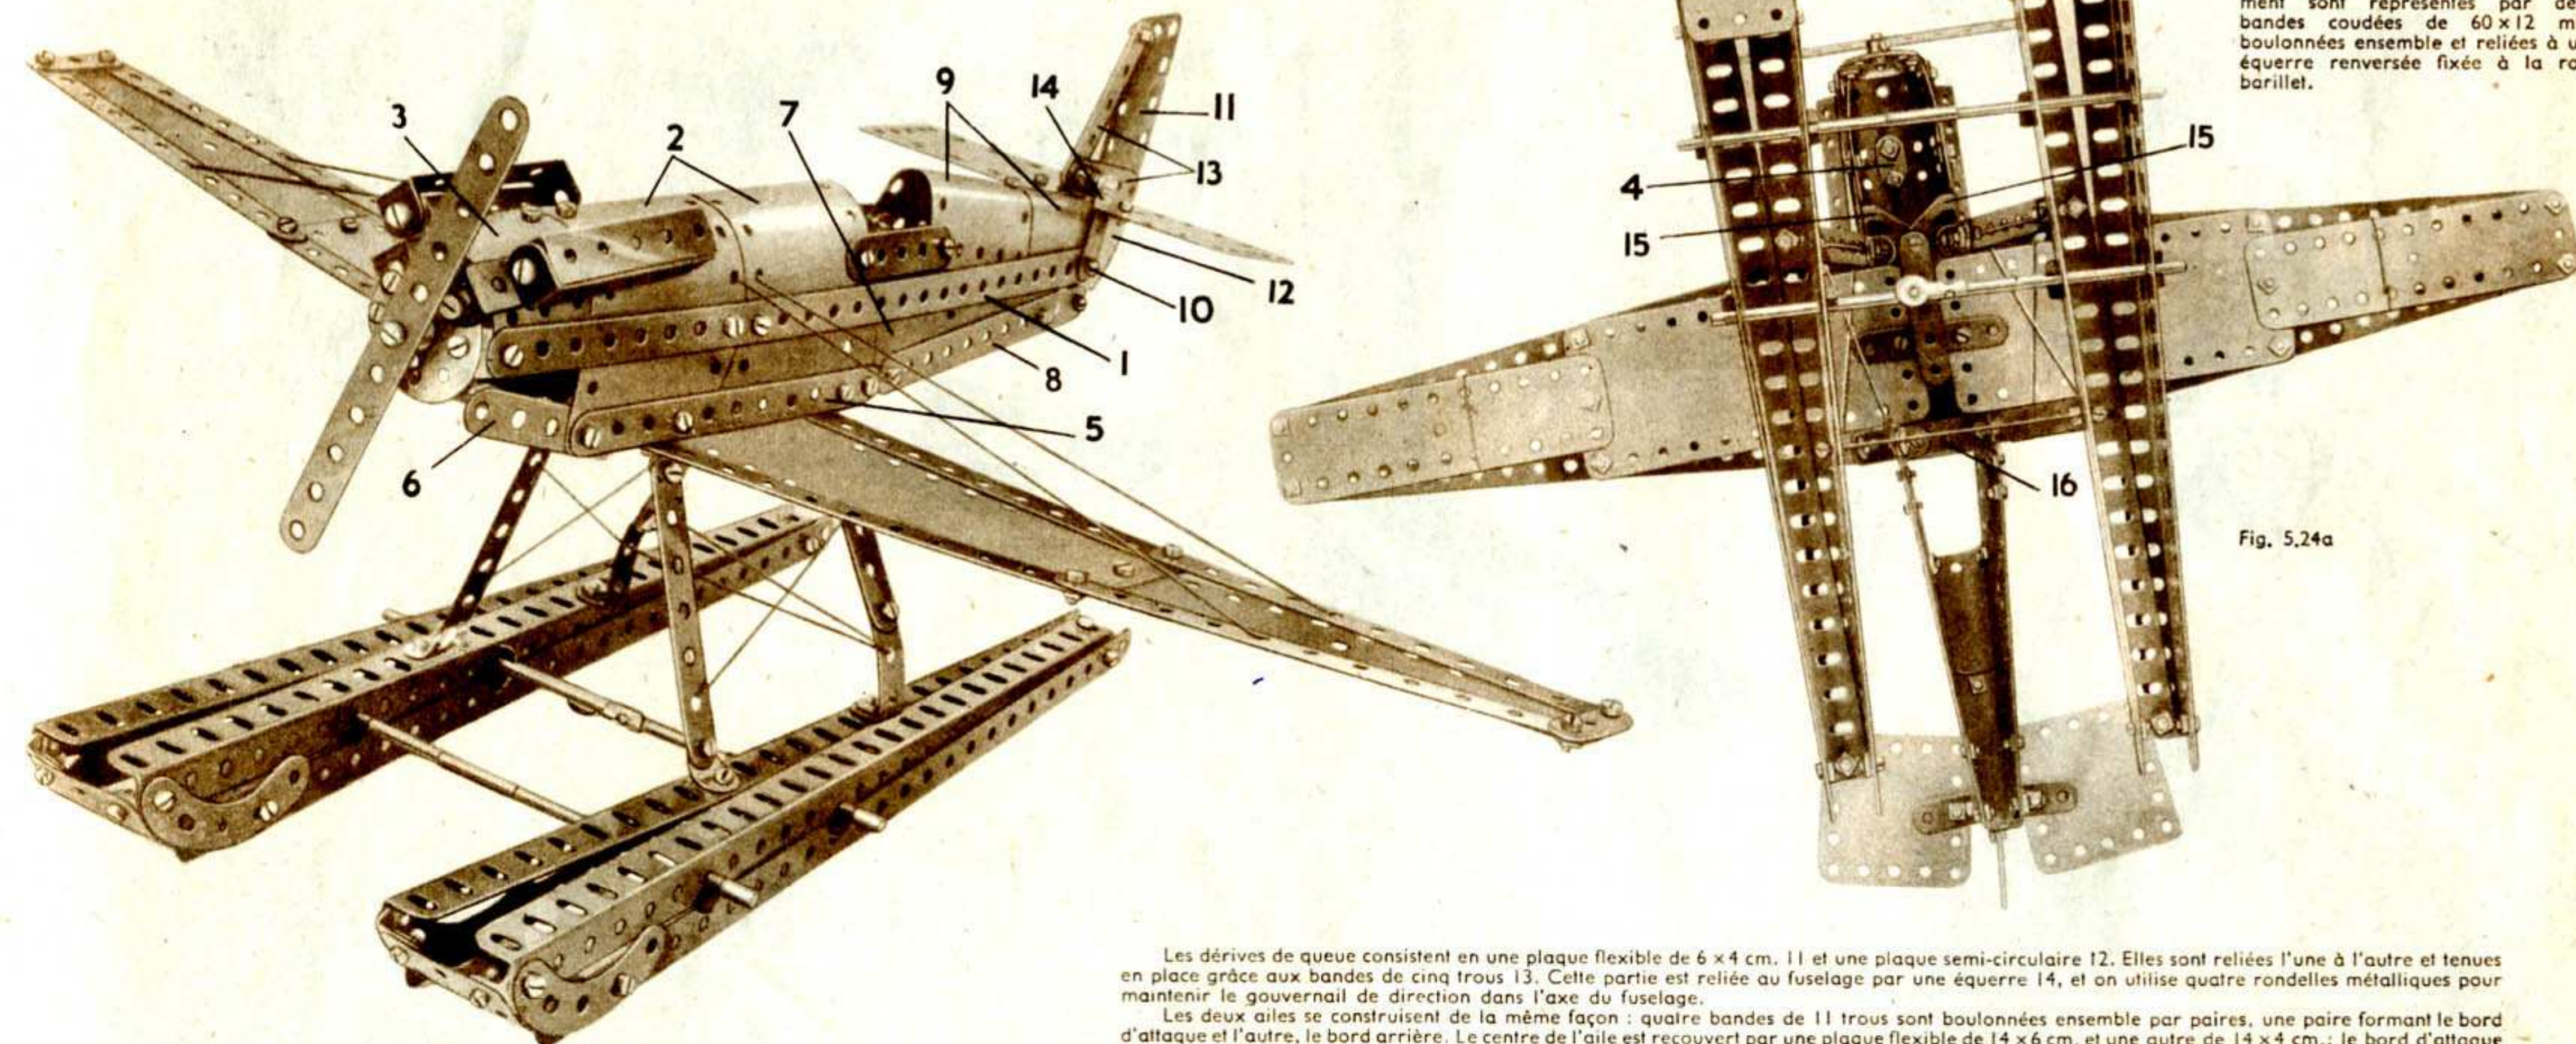

Fig. 5.24a
Le fuselage est construit autour de deux bandes de 25 trous dont l'une apparaît en 1. Ces bandes sont reliées à l'avant à une roue barillet grâce à des équerres, et à la queue par un support double. Les plaques flexibles de 14 x 6 cm. 2 sont alors incurvées avec beaucoup de soin et boulonnées aux bandes 1. Une plaque flexible de 6 x 4 cm. 3 est maintenue en place par un support plat 4 (Fig. 5.24a). Une bande de 11 trous 5 et une bande de 5 trous 6 sont boulonnées de chaque côté au bord inférieur des plaques 2; une plaque flexible de 14 x 4 cm. 7 et une bande de 11 trous 8 sont boulonnées de chaque côté du fuselage. Les bandes 8 sont réunies par un support double et sont reliées aux bandes de 25 trous 1 par des supports plats. Deux plaques cintrées en U (9) sont boulonnées ensemble et tenues en place par un boulon 10 de chaque côté du modèle.
Les deux ailes se construisent de la même façon : quatre bandes de 11 trous sont boulonnées ensemble par paires, une paire formant le bord d'attaque et l'autre, le bord arrière. Le centre de l'aile est recouvert par une plaque flexible de 14 x 6 cm. et une autre de 14 x 4 cm.; le bord d'attaque de chaque aile est relié au fuselage par une embase triangulée coudée 15 (Fig. 5.24a) et le bord arrière, par une bande coudée de 38 x 12 mm. 16.